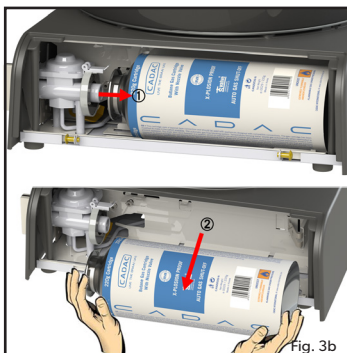

Fig. 3b
- Åbn patronlåget, og fjern patronen i vandret position (som vist i fig. 3b).